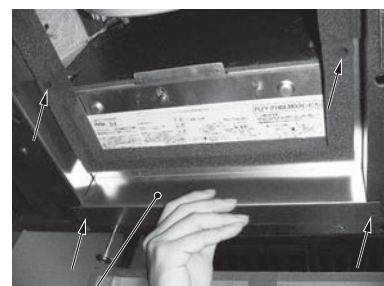

図12
1. 昇降キットメンテナンスカバーの取付ネジ：4本を取外し、メンテナンスカバーを取外してください。(図12)